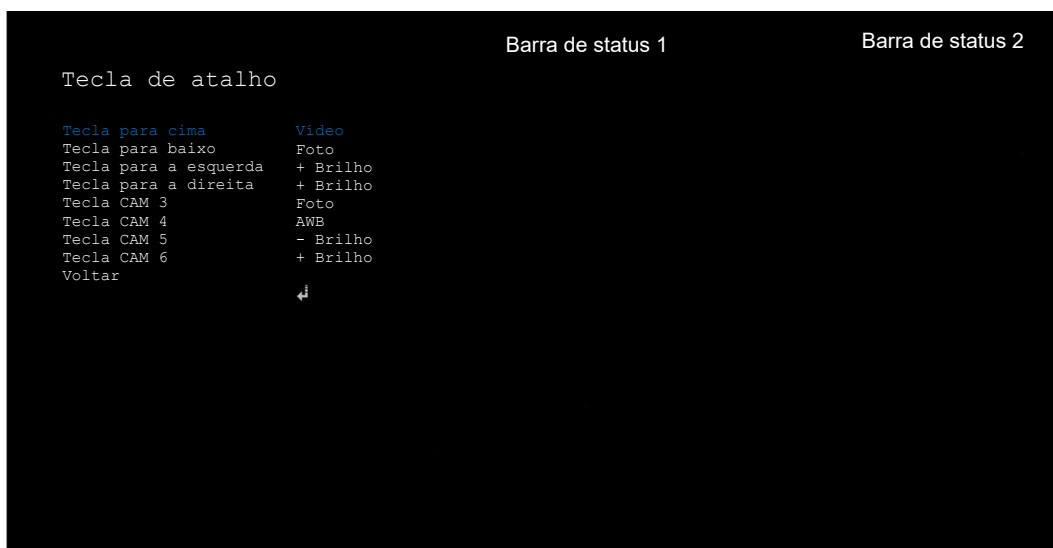

Figura 11 Página OSD - Tecla de atalho
(1) **Tecla de atalho:** Mova o cursor para “Tecla de atalho” e pressione o botão “MENU” para entrar na página OSD - Tecla de atalho (veja a Figura 11). Várias funções de teclas são suportadas, permitindo que os usuários selecionem funções de teclas de atalho com base em suas preferências. As funções de configuração disponíveis estão listadas na Tabela 3 abaixo: